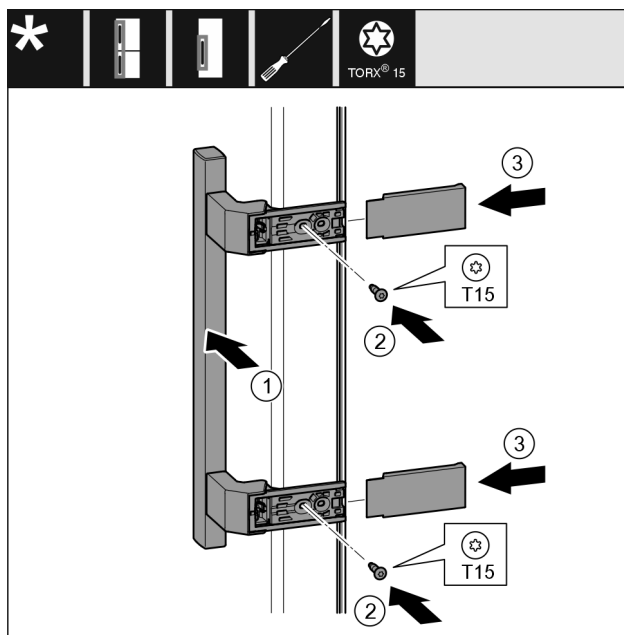

Fig. 53
- ▶ Griff Fig. 53 (1) auf der Gegenseite ansetzen.
- ▶ Schrauben Fig. 53 (2) mit Schraubendreher festschrauben.
- ▶ Abdeckungen Fig. 53 (3) seitlich ansetzen und aufschieben.